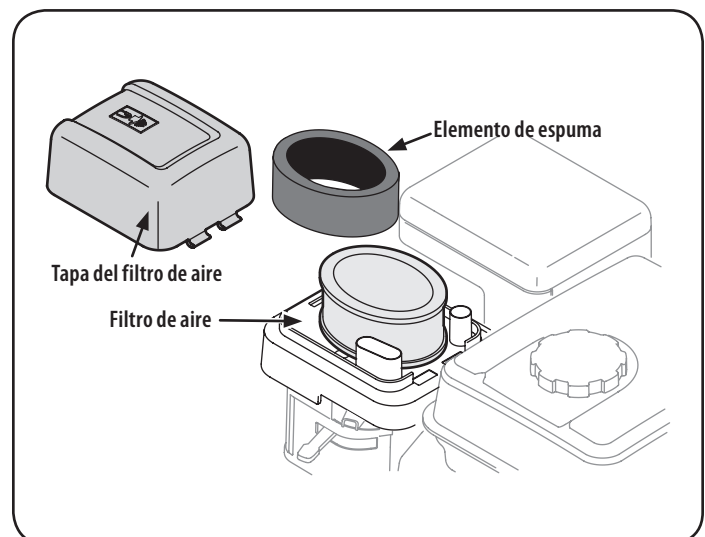

Figura 23
1. Oprima la pestaña de la tapa del filtro de aire, levante la tapa y retire el filtro. Vea la Figura 23.